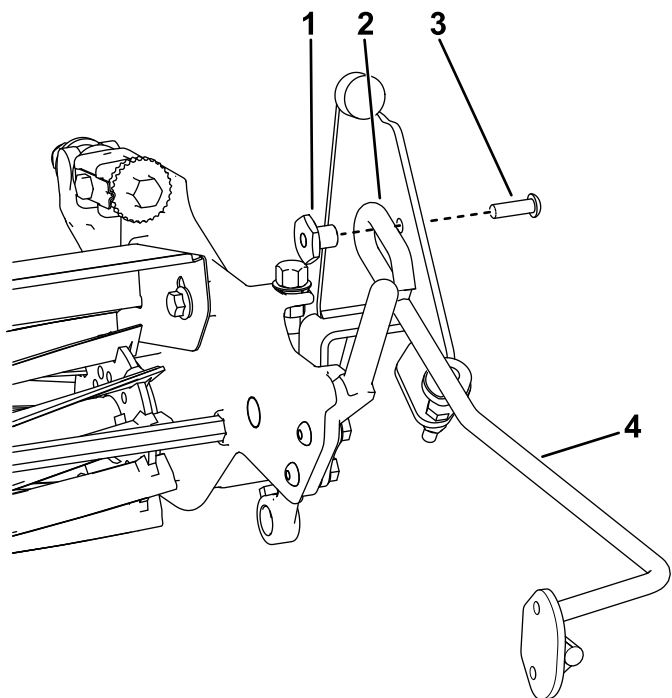

Rysunek 2
4. Wykorzystując przeciwnakrętkę (1/4 cala), zamontuj gumowy zderzak na obu wspornikach szczotki zgodnie z Rysunek 2.
5. Na obu wspornikach zamocuj śrubę do regulacji poziomu zgodnie z Rysunek 2.